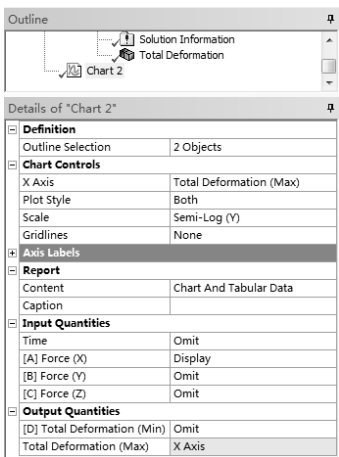

图 9-48 设置图表参数
2) 在分析树中选中【Force】和【Total Deformation】分支，然后单击工具栏上的【New Chart and Table】按钮 ，在详细设置窗口中设置参数，如图 9-48 所示。